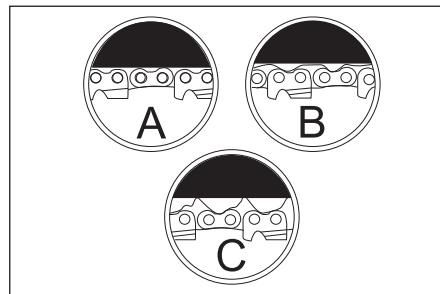

Рис. 21
к нижней стороне полотна пилы и оттягиваться рукой от полотна приблизительно на 2-4 мм. На рис. 21 показано правильное натяжение при холодной цепи (A), теплой цепи (B), а также цепи, натяжение которой необходимо отрегулировать (C).